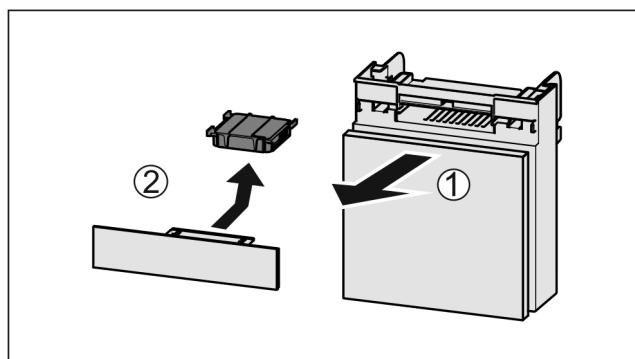

Fig. 148
- Extraeți Fig. 148 (1) compartimentul către înapoie.
- Scoateți Fig. 148 (2) filtrul de cărbune activ.